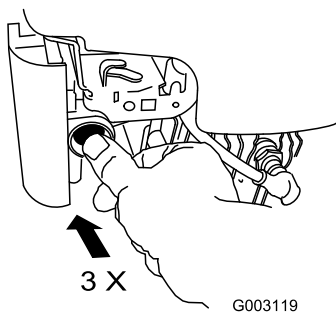

Figure 15
2. Apriete el cebador 3 veces con el dedo pulgar, presionando con fuerza, y manteniendo la presión durante un segundo antes de soltarlo (Figure 15).